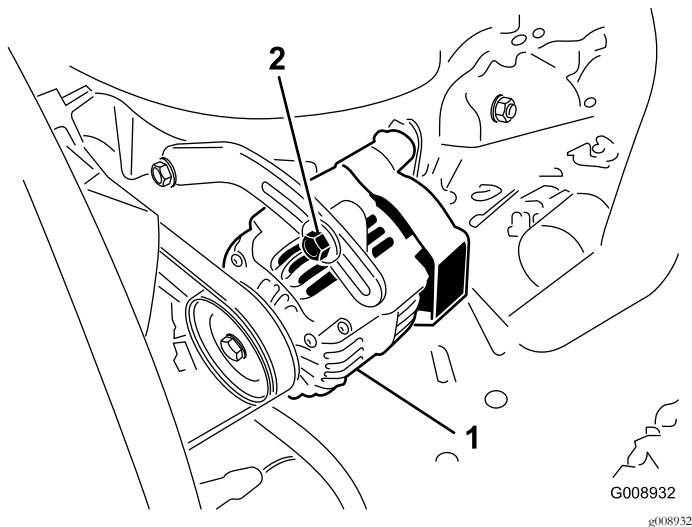

Figure 50
2. Si vous n'obtenez pas une flèche de 10 mm, desserrez les boulons de fixation de l'alternateur (Figure 50).